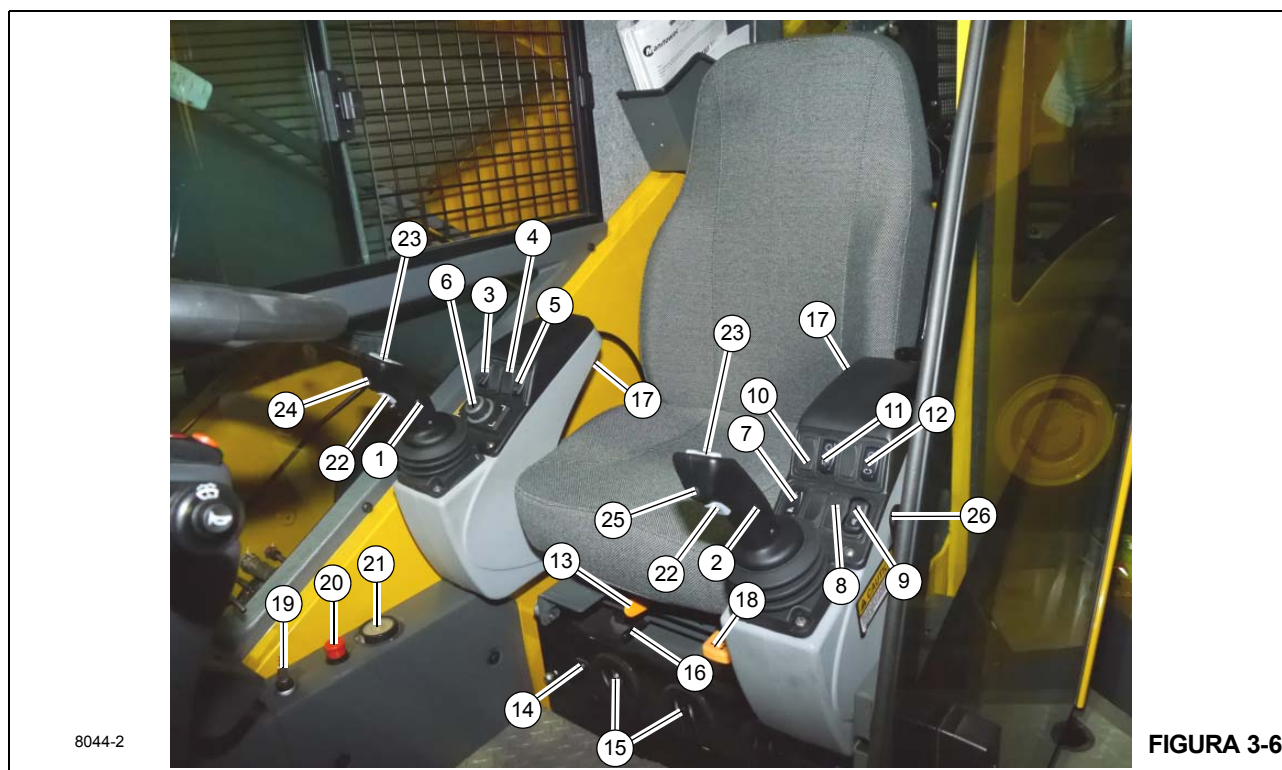

FIGURA 3-6
La palanca de control de elevación de la pluma/malacate principal (1) (Figura 3-6) se encuentra en el apoyabrazos derecho. Cuando se empuja la palanca hacia la derecha, se baja la pluma; cuando se la empuja hacia la izquierda, se eleva la pluma.
La palanca de control de giro/telescopización o malacate auxiliar/giro (2) (Figura 3-6) se encuentra en el extremo del apoyabrazos izquierdo. La palanca controla las funciones de giro y telescópicas cuando la grúa no está provista de malacate auxiliar. Cuando la máquina está provista de malacate auxiliar, la palanca controla las funciones de giro y del malacate auxiliar, mientras que las funciones telescópicas se controlan por medio de un pedal.
El interruptor de habilitación de malacate principal (3) (Figura 3-6) es un interruptor de contacto momentáneo que se encuentra en el apoyabrazos derecho. Pulse una vez para habilitar el malacate; vuelva a pulsar para inhabilitar el malacate. Si el interruptor se pulsa dos veces rápidamente,
El interruptor de anulación de elevación de pluma (4) (Figura 3-6) es un interruptor de dos posiciones que, cuando está instalado, se encuentra en el apoyabrazos derecho. Cuando la función de elevación está habilitada y en una condición de bloqueo del RCL, si se activa el interruptor de anulación de elevación de la pluma, se habilita la elevación de la pluma.
El interruptor de habilitación de función de elevación (5) (Figura 3-6) es un interruptor de contacto momentáneo que habilita la elevación y bajada de la pluma.
El cuadrante selector (6) (Figura 3-6) se encuentra en el apoyabrazos derecho. Permite seleccionar y activar funciones en las pantallas para navegar a través del sistema de control de la grúa.
El interruptor de habilitación de función de estabilizadores (7) (Figura 3-6) cambia entre extensión/retracción de los estabilizadores y elevación/bajada los gatos. Pulse y mantenga pulsado este interruptor para que la pantalla inferior cambie a la página de los estabilizadores.
El interruptor de bloqueo del diferencial (8) (Figura 3-6) se encuentra en el apoyabrazos izquierdo. Activa la función de bloqueo del diferencial para suministrar mayor tracción, cuando la tracción en cuatro ruedas esté seleccionada. Puede activarse por un máximo de 30 segundos a la vez.
El interruptor de dirección trasera (9) (Figura 3-6) es un interruptor tipo basculante de tres posiciones, con retorno por resorte a la posición de apagado, y se encuentra en el apoyabrazos izquierdo. Presione la parte inferior del interruptor para accionar una válvula de control que gira las ruedas traseras hacia la izquierda, lo cual hace que la grúa vire hacia
El interruptor de habilitación del malacate auxiliar (10) (Figura 3-6) se encuentra en el apoyabrazos izquierdo. Habilita el malacate auxiliar y establece la velocidad alta en la misma forma en que el interruptor de habilitación de malacate principal lo hace para el malacate principal.
El interruptor de habilitación de telescopización de la pluma (11) (Figura 3-6) se encuentra en el apoyabrazos izquierdo. Habilita la función de telescopización de la pluma para el pedal de control telescópico opcional, o para la palanca de control si no hay un malacate auxiliar.
El interruptor de habilitación de giro (12) (Figura 3-6) se encuentra en el apoyabrazos izquierdo. Este interruptor de dos posiciones (encendido/apagado) sirve para regular una válvula hidráulica que envía un flujo de presión regulada hacia el freno de giro y desde él. Cuando se mueve la palanca de control para girar la grúa, se libera el freno. Cuando la grúa deja de girar, el freno de giro se vuelve a aplicar.
El movimiento de la palanca de deslizamiento del asiento (13) (Figura 3-6) habilita el asiento solo para que deslice, hacia adelante o hacia atrás.
La unidad de climatización del acondicionador de aire/calefactor de la cabina de la grúa (14) (Figura 3-6) se encuentra en la cabina, debajo del asiento del conductor. Los registros (15) forman parte de la unidad de climatización y se pueden ajustar para dirigir el flujo de aire.
El movimiento de la palanca de deslizamiento del bastidor del asiento (16) (Figura 3-6) deslizará el asiento y el apoyabrazos del asiento hacia adelante o hacia atrás.
Los controles de los apoyabrazos izquierdo y derecho se pueden ajustar por medio de los botones de ajuste (17) (Figura 3-6) que se encuentran en la parte trasera del apoyabrazos. Pulse el botón para girar todo el apoyabrazos y suelte el botón cuando quede en la posición deseada.
Para ajustar la altura del asiento, eleve la palanca de ajuste de altura (18) (Figura 3-6) y luego ajuste el asiento, según sea necesario.
El interruptor de anulación del RCL (19) (Figura 3-6) es un interruptor momentáneo. Gire la llave en sentido horario para anular el indicador de tres vueltas y el interruptor de prevención del contacto entre bloques. Se anulará solamente durante el tiempo que el interruptor esté en la esta posición.
El interruptor de parada de emergencia de la grúa (20) (Figura 3-6) se encuentra en la consola derecha de la cabina y se utiliza para apagar el motor de la grúa. Presione el botón rojo hacia adentro para apagar el motor; esto ilumina el icono de parada de emergencia en pantalla del operador del CCS. Gire la perilla y tire de la misma hacia afuera para reanudar el funcionamiento normal.
El indicador de nivel (21) (Figura 3-6) se ubica en el lado derecho de la cabina, en el interruptor de parada de emergencia. Este indicador proporciona al operador una indicación visual para determinar el estado de nivelación de la máquina.
Los interruptores de hombre muerto (22) (Figura 3-6) se encuentran en la parte delantera de las dos palancas de control. Cualquiera de estos interruptores se puede utilizar en lugar del interruptor del asiento para mantener las funciones de la grúa activas.
Los interruptores de velocidad alta del malacate (23) (Figura 3-6) son interruptores de dos posiciones, de regreso automático al centro, que se accionan con el pulgar. Si se pulsa el lado derecho, la velocidad alta se mantiene hasta que sea desactivado; si se pulsa el lado izquierdo, se aumenta la velocidad momentáneamente.
El botón de bocina (24) (Figura 3-6) se encuentra en la parte delantera superior de la palanca de control derecha. El botón hace sonar la bocina durante el funcionamiento de la grúa.
El botón de giro libre (25) (Figura 3-6) se encuentra en la parte delantera superior de la palanca de control izquierda. El botón de giro libre libera el freno de giro y permite que la pluma esté centrada sobre la carga.
Utilice la palanca del mecanismo de desbloqueo de la puerta de la cabina (26) (Figura 3-6) para abrir o cerrar la puerta de la cabina desde el interior de la cabina.
Los indicadores de rotación de malacate (27) (Figura 3-6 - Números de artículo) para los malacates principal y auxiliar se encuentran en la parte superior de cada palanca de control de malacate (1, 2) (Figura 3-6). Cada indicador se controla electrónicamente por medio de una señal de entrada recibida de un sensor instalado en el malacate correspondiente y una señal de salida de un módulo de control. Cada palanca de control de malacate (1, 2) vibra cuando su malacate está funcionando de manera que el pulgar del operador pueda sentirlo.
Este interruptor (28) (Figura 3-6 - Números de artículo) está en el asiento. Para poder activar las funciones de la grúa, el operador debe estar sentado en el asiento para habilitar el interruptor.